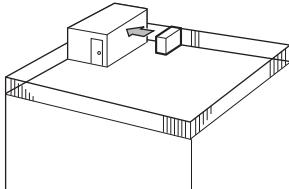

Fig. 3-2
- Расположите прибор так, чтобы выходное отверстие было направлено к самой близкой из доступных стен на расстоянии около 50 см от стены. (Fig. 3-2)